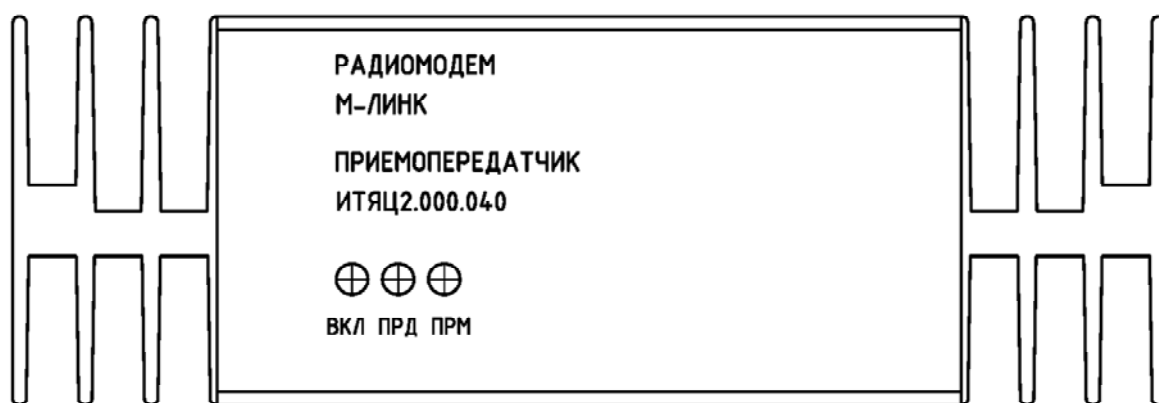

Рис.6 Передняя панель радиомодемов «М-ЛИНК»
10.3. На передней панели радиомодемов «М-ЛИНК» (рис.6) расположены органы индикации - красный индикатор «ВКЛ» и два двухцветных индикатора: «ПРД», «ПРМ».